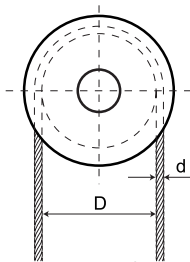

Рисунок 2.
- Значение отношения диаметра шкива по дну желоба (ручья шкива) к диаметру каната должно соответствовать выражению $D_{ш} \geq 36 \cdot d_k$, а диаметр барабана - лебедки $D_6 \geq 20 \cdot d_k$ (рис.2).